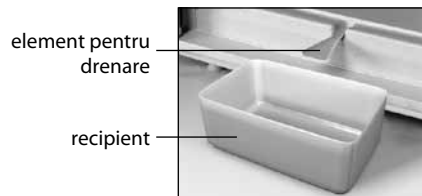

Figura 5 – Schema scurgerii apei rezultate în urma topirii din CF
– să instalați în conformitate cu figura 5 elementul de masă plastică pentru drenare și orice vas recipient cu volum de nu mai puțin de 2 litri pentru a colecta apa rezultată în urma topirii;